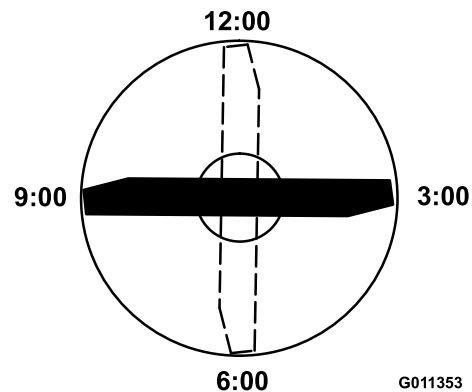

Figura 99
4. Coloque el filo de corte del extremo marcado de la cuchilla en la posición de las 12 (hacia adelante, en el sentido de la siega) (Figura 99) y mida la altura desde la mesa hasta el filo de corte de la cuchilla.
5. Gire el extremo marcado de la cuchilla a las posiciones de las 3 y de las 9 (Figura 99) y mida las alturas.